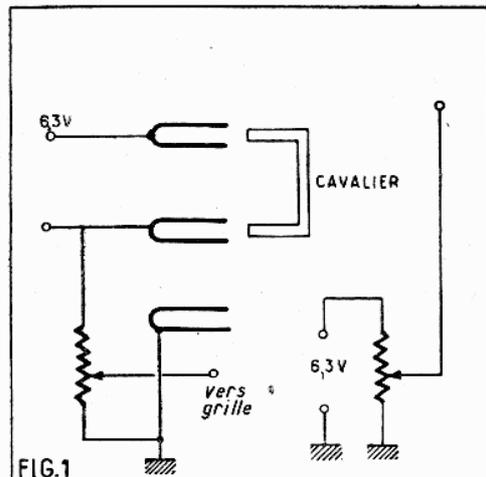

Fig. 1. — Branchement pratique pour l'étude de la forme du secteur.
Mais nous avouons ne pas nous en être préoccupés outre mesure, car, en fait, nous avons compté sur un système fort simple d'étalonnage. Il suffit pour cela de mettre en circuit l'ampli vertical et de court-circuiter par un bout de fil, ou mieux par un cavalier, les bornes 14 et 15 (1). De cette façon, nous injectons à l'entrée de l'ampli vertical la tension de chauffage, soit 6,3 V (fig. 1). Seule, la forme de cette tension doit, pour l'instant, retenir notre attention, car même à travers le transformateur d'alimentation, la forme du secteur reste une parfaite sinusoïde. Et nous sommes même renseignés avec précision sur sa fréquence de 50 p/s.